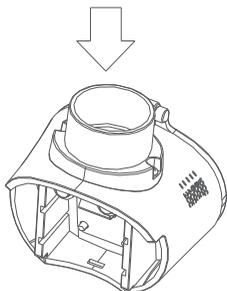

图20
3. 在雾化器模组外面注入约2毫升水（参考图20），水将从外面喷入到药杯内部。